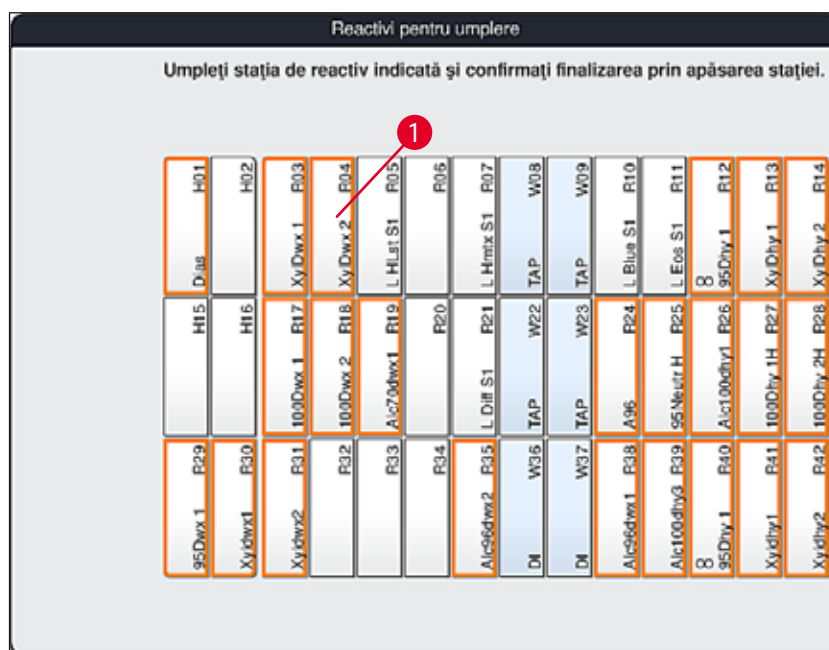

Fig. 55
2. În noua fereastră **Reactivi pentru umplere** (→ "Fig. 55"), stațiile care trebuie umplute sunt marcate în portocaliu (→ "Fig. 55-1").
Numai reactivi definiți de utilizator și adăugați ai programelor de colorare Leica sunt afișați cu un marcaj portocaliu (→ "Fig. 55"). Reactivii din setul de reactivi Leica sunt alimentați ulterior (→ P. 82 – Umplerea reactivilor kitului de reactivi Leica).